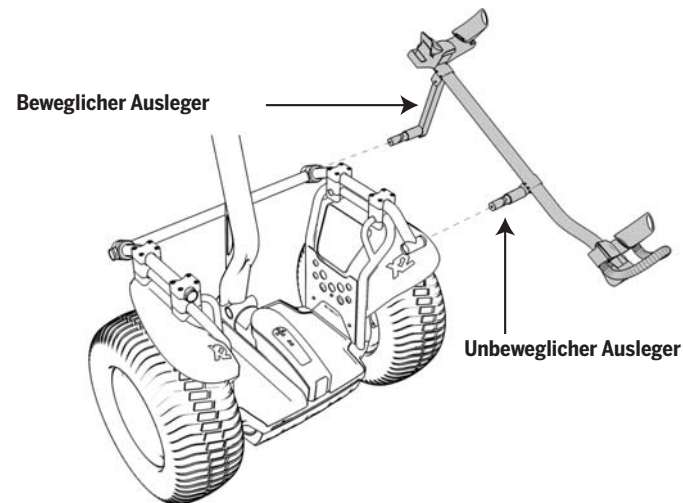

**Abbildung 2a.** Die vordere Trägerstange montieren
3. Montieren Sie die vordere Trägerstange mithilfe ihrer Kappen an den Seitenträgerstangen. Siehe Abbildung 2b. Befestigen Sie (2) vordere Trägerbuchsen so an der vorderen Trägerstange, dass sie mit den Kappen ausgerichtet sind. Siehe Abbildung 2a. Drehen Sie (2) 35 mm lange Schrauben lose in jede Kappe ein. Siehe Abbildung 2a und 2b. Stellen Sie sicher, dass die vordere Trägerstange über beide Seiten der Kappe gleich weit hervorsteht. Ziehen Sie zur Sicherung der vorderen Trägerstange die 35-mm-Schrauben mit dem 5-mm-Inbusschlüssel auf ein Drehmoment von 8 N-m an.